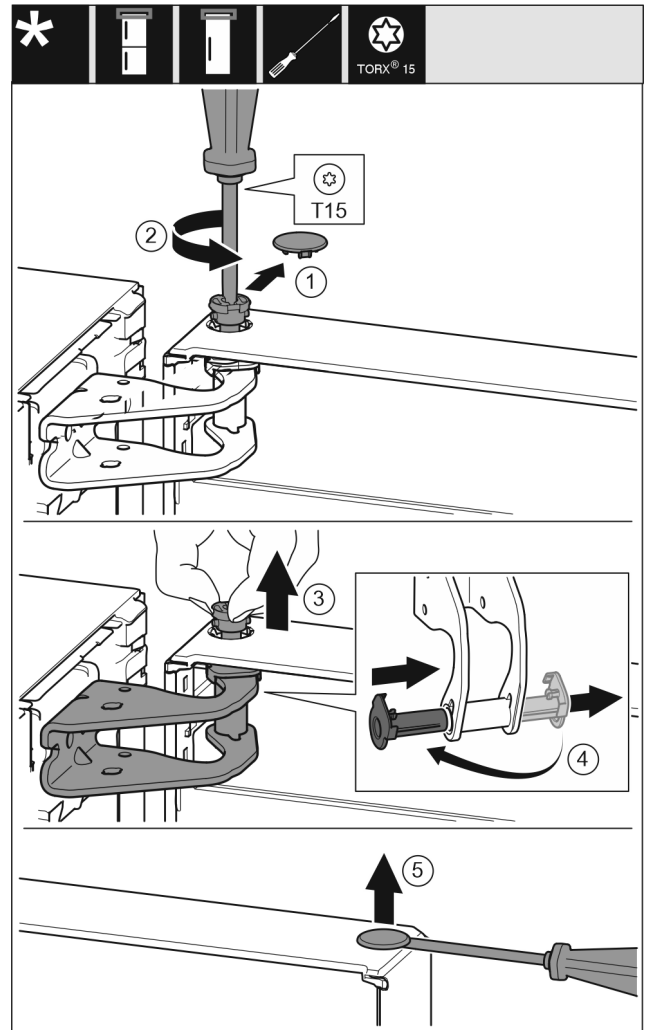

Fig. 7
- ▶ Осторожно снимите предохранительную крышку. Fig. 7 (1)
- ▶ Немного выкрутите палец отвёрткой T15. Fig. 7 (2)
- ▶ Удерживая дверь, извлеките палец вручную. Fig. 7 (3)
- ▶ Опорную втулку вытяните из направляющей. Установите и зафиксируйте с другой стороны. Fig. 7 (4)
- ▶ Осторожно приподнимите и извлеките при помощи шлицевой отвёртки заглушку из опорной втулки двери. Fig. 7 (5)